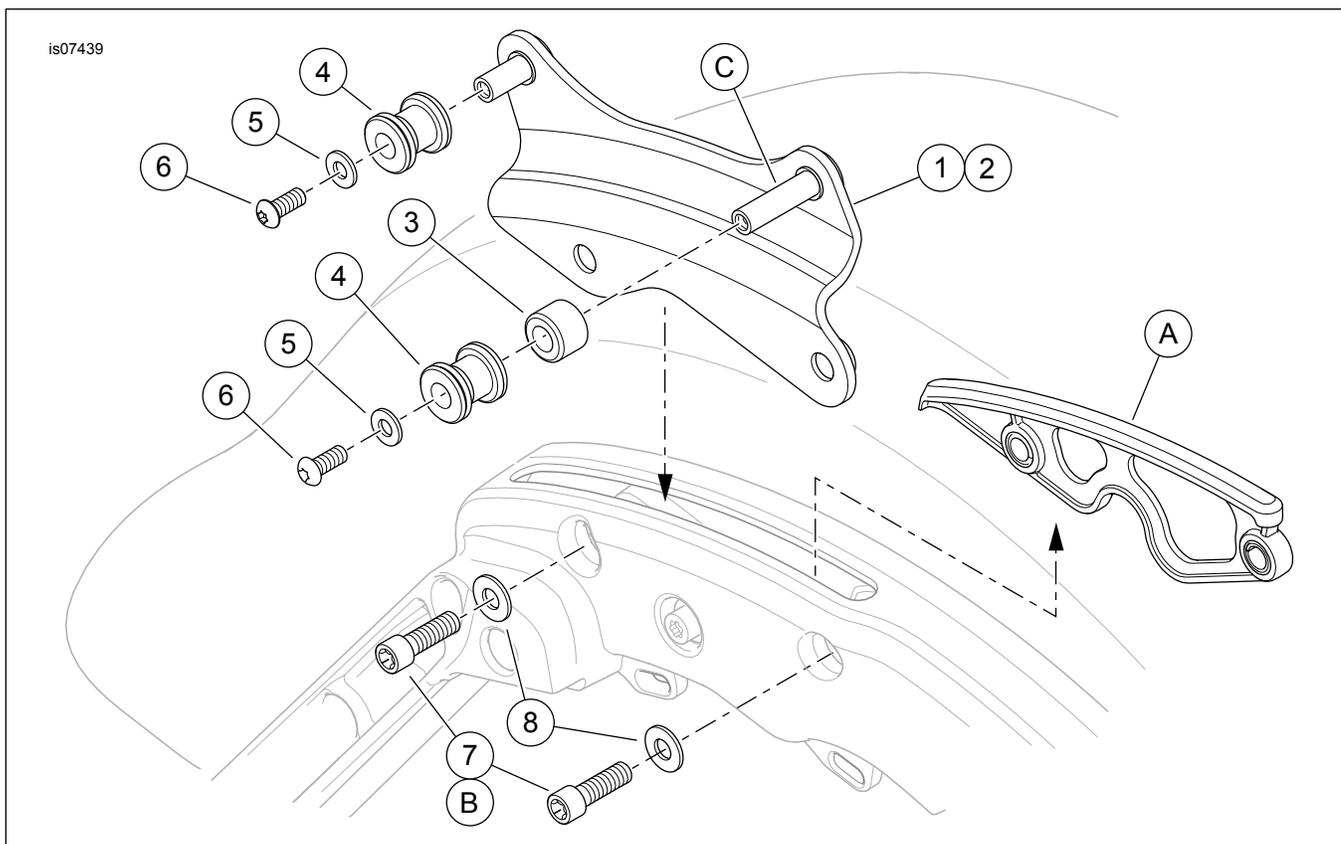

Figura 2. Parti di ricambio: Kit bulloneria di ancoraggio rimovibile a quattro punti
Vedere Figura 2 e Tabella 1.
2. Vedere Figura 2. Rimuovere due viti (B) dal sostegno della borsa da entrambi i lati. Sollevare gli inserti dei coperchi delle scanalature (A) dalle scanalature nei supporti.
6. Vedere Figura 2. Far scorrere un distanziale (3) sul perno più lungo (C) di ogni piastra di ancoraggio. Far scorrere un punto di ancoraggio (4), con l'estremità smussata in avanti, su ciascun perno della piastra di ancoraggio. Installare una rondella cromata (5) su ognuna delle viti più piccole (6), presa da questo kit. Applicare 2 o 3 gocce del frenafilietti Loctite 243 – blu alle filettature di ogni vite.